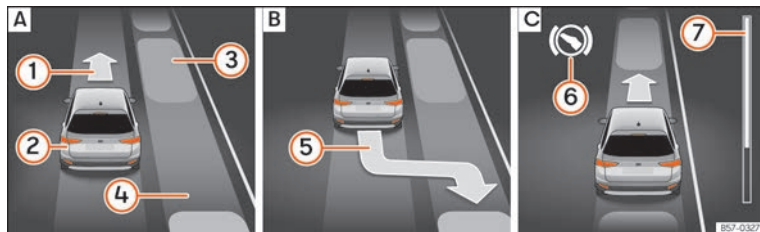
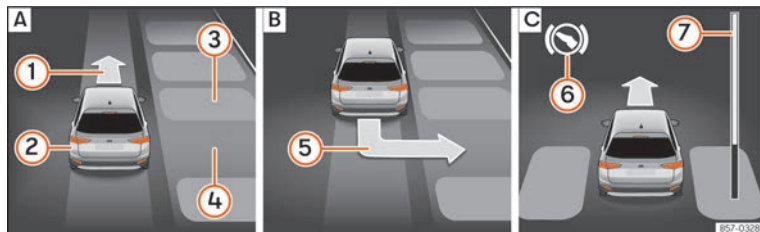

Fig. 282 En la pantalla del cuadro de instrumentos: aparcar en línea. [A] Buscar un hueco de aparcamiento. [B] Posición para aparcar. [C] Maniobrar.
Fig. 283 En la pantalla del cuadro de instrumentos: aparcar en batería. [A] Buscar un hueco de aparcamiento. [B] Posición para aparcar. [C] Maniobrar.
Legenda de la **fig. 282** y **fig. 283**:
La barra de progreso »» **fig. 282 ⑦** y »» **fig. 283 ⑦** muestra simbólicamente en la pantalla del cuadro de instrumentos la distancia relativa que aún queda por recorrer. Cuanto mayor es la distancia, más llena está la barra de progreso. Al circular marcha adelante, el contenido de la barra de progreso disminuye hacia arriba,
2.	Mire en la visualización de la pantalla del cuadro de instrumentos si se ha detectado el hueco como "apropiado" y si ha alcanzado la posición correcta para aparcar » fig. 282 [B] o » fig. 283 [B].
6.	O BIEN: retroceda hasta que en la pantalla del cuadro de instrumentos aparezca la indicación de dar marcha adelante » fig. 282 [C] o » fig. 283 [C].
El sistema de aparcamiento asistido dirige el vehículo marcha adelante y marcha atrás hasta centrarlo en el hueco » fig. 282 [C] o » fig. 283 [C].